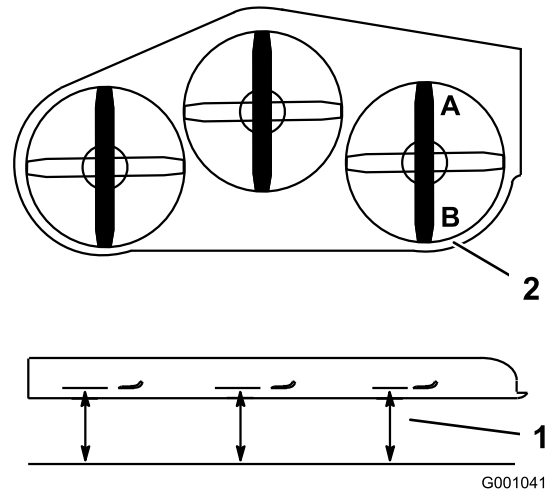
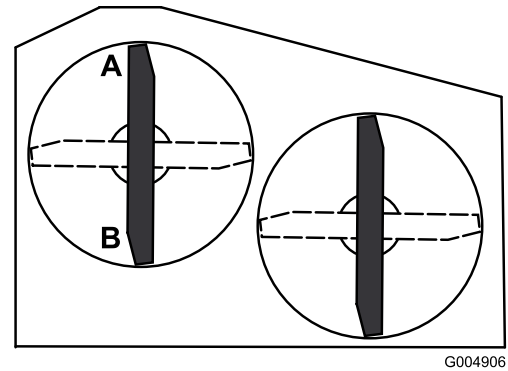

Figure 64
Figure 65
- Tournez une lame dans le sens longitudinal. Mesurez la distance aux points **A** et **B** entre une surface plane et le bord coupant des pointes des lames (Figure 64 ou Figure 65). Pour les plateaux de coupe 36 pouces, reportez-vous à la Figure 65.
4. Tournez les lames dans le sens longitudinal. Mesurez la distance aux points C et D (Figure 64) entre une surface plane et le bord coupant des lames.